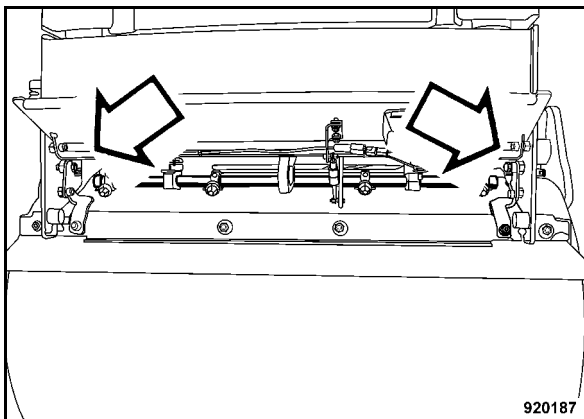

Fig. 104
- Ajustar los rascadores después de soltar los tornillos hexagonales (Fig. 104) si fuese necesario.